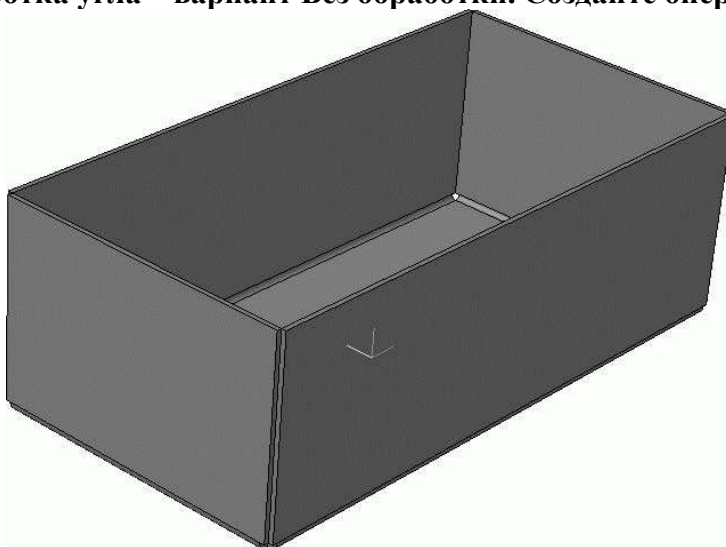

Рис. 3.153. Модель после замыкания углов на сгибах
5. Нажмите кнопку Замыкание углов. В окне модели по очереди укажите стыки в верхней части сгибов, которые нужно замыкать. Обратите внимание, задать стык для замыкания можно, щелкнув кнопкой мышь только на цилиндрической части сгибов стыкуемых граней или на их общем ребре. Из раскрывающегося списка Способ замыкания на панели свойств выберите пункт Замыкание встык, а в списке Обработка угла – вариант Без обработки. Создайте операцию (рис. 3.153).